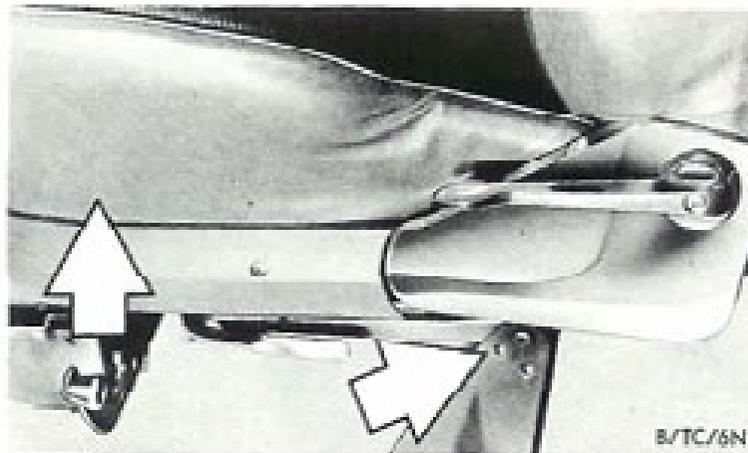

Abb. 6
2. Für die Einstellung der Sitzhöhe befinden sich in den hinteren Lagerböcken 3 Bohrungen. Zur Veränderung der Sitzhöhe beide Splintbolzen (Abb. 6) entsichern und herausnehmen. Sitz in die gewünschte Höhe bringen und Splintbolzen einsetzen. Zum Sichern neue Splinte verwenden.